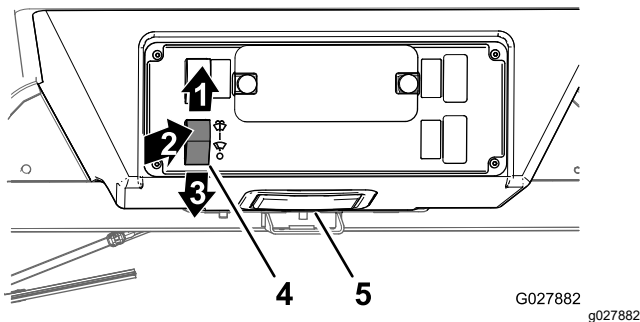

Figura 51
- Empurre o interruptor do limpador para-brisas/líquido de lavagem para cima para ligar o limpador para-brisas (Figura 51).
- Empurre o interruptor do limpador para-brisas/líquido de lavagem para baixo para desligar o limpador para-brisas (Figura 51).
- Por momentos, empurre a metade superior do interruptor do limpador para-brisas/líquido de lavagem para pulverizar o líquido de lavagem no para-brisas (Figura 51).